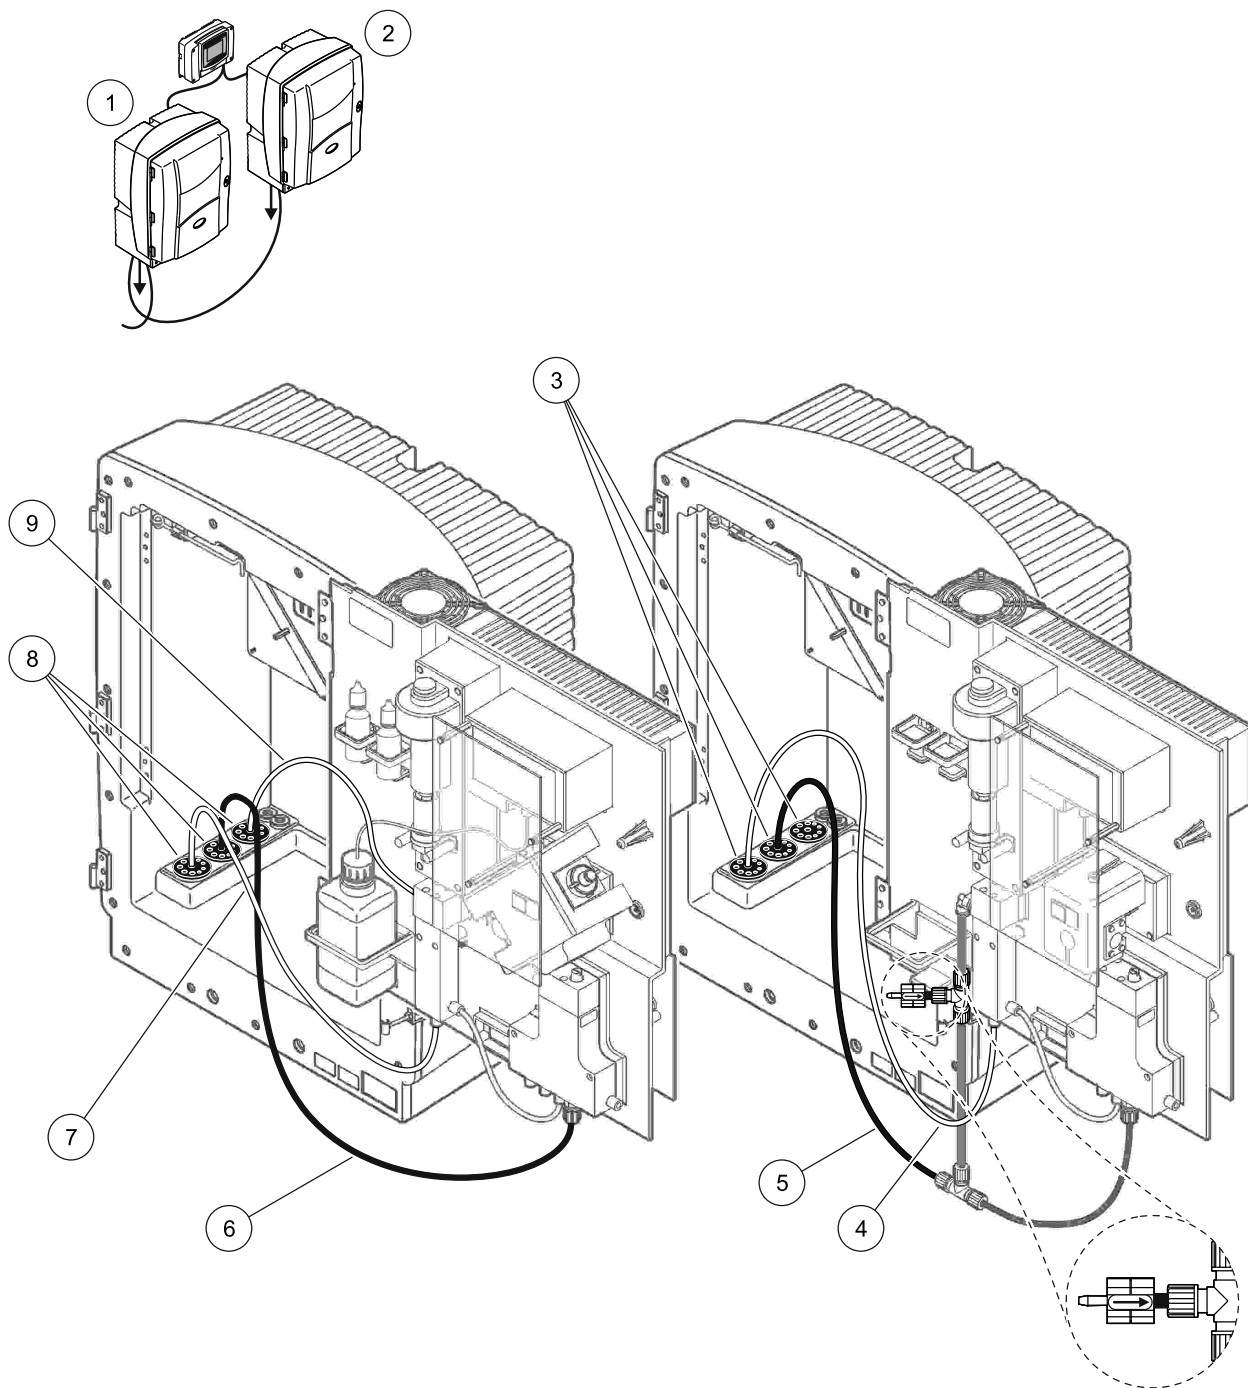

Figure 41 Configuration d'option 10b
Voir Figure 41 à la page 110 et les instructions ci-dessous pour l'option 6:
- a. Faites passer la canalisation d'échantillon provenant du système de préparation par l'analyseur (Figure 41 à la page 110, élément 7). Utilisez le bouchon d'obturation No. 3 pour fixer le tout.